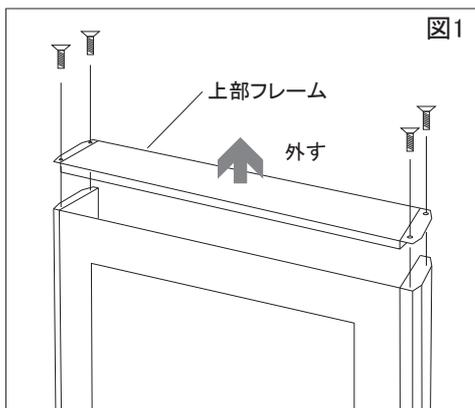

図1
- 1、上部フレームネジをプラスドライバーで4カ所外し、上部フレームを上方向に外します。(図1)